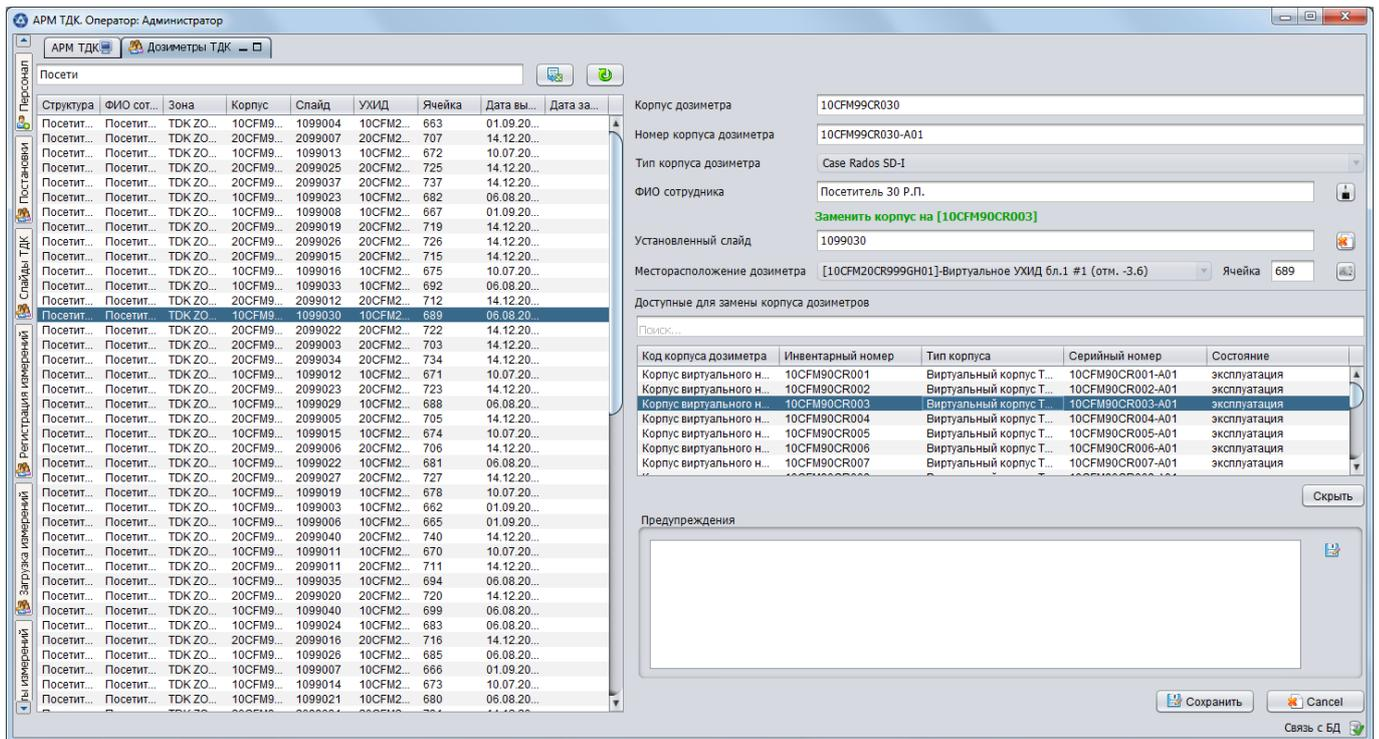

Рисунок 6
3.4.4.1. Панель «Дозиметры ТДК» предназначена для просмотра и управления дозиметрами, задействованными в ТДК персонала. Состав панели «Дозиметры ТДК» приведен на рис. 6.